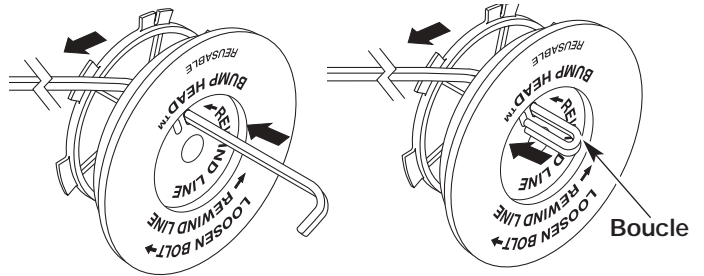

Figure 37
- Découpez environ 6,1 m (20 pi) de fil neuf. Insérez une extrémité de fil dans l'un des deux trous du moulinet intérieur (Fig. 37). Tirez le fil jusqu'à ne laisser que 10 cm (4 po) environ.
- Insérez l'extrémité du fil dans le trou ouvert du moulinet et tirez sur le fil pour que la boucle soit le plus petit possible (Fig. 37).